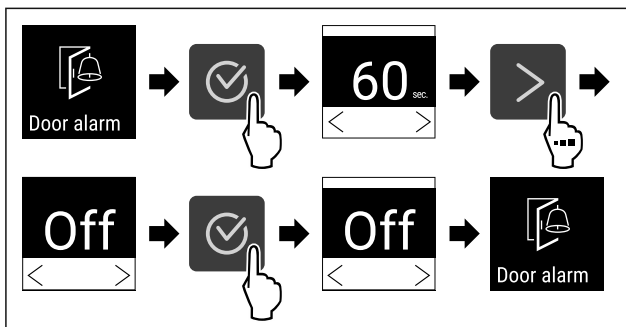

Fig. 107
- ▶ Εκτελέστε τα βήματα ενεργειών (βλέπε Fig. 107) .